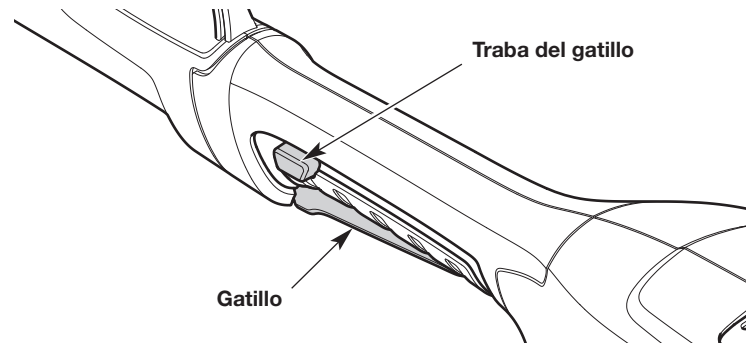

Fig. 12
2. Mantenga presionada la traba del gatillo (Fig. 12).
3. Continúe sosteniendo la traba del gatillo. Presione y el gatillo y manténgalo presionado para encender la unidad (Fig. 12).
1. Suelte el disparador (Fig. 12).